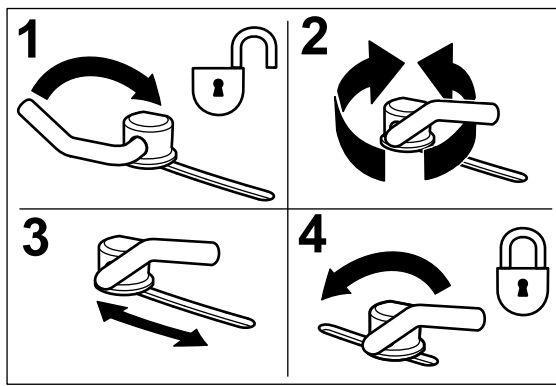

図 15
1. カムロックは、レバーを上側に回してゆるめて調整する図 15。
3. 調整ができればレバーを締めてバッフルとカムロックを固定する。(図 15)